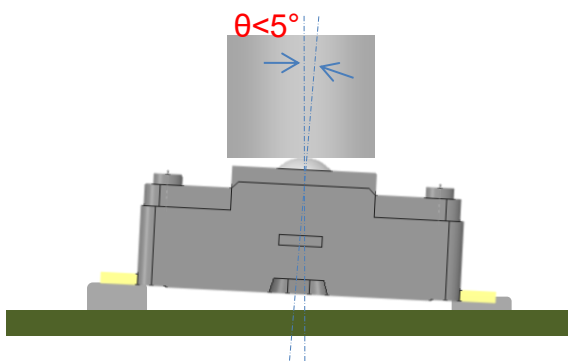

Fig7. Mounted state of HFD-500
- ・本センサを傾けて実装しないでください。(図 7)
- ・Please do not mount this sensor by tilting it. (Fig 7)